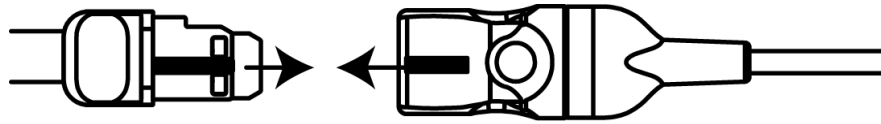

Figure 12-13 Connexion d'un capteur au câble du préamplificateur
- Placer le connecteur du capteur en face du connecteur du câble destiné au capteur et aligner les repères figurant sur chacun d'entre eux (figure 12-13).